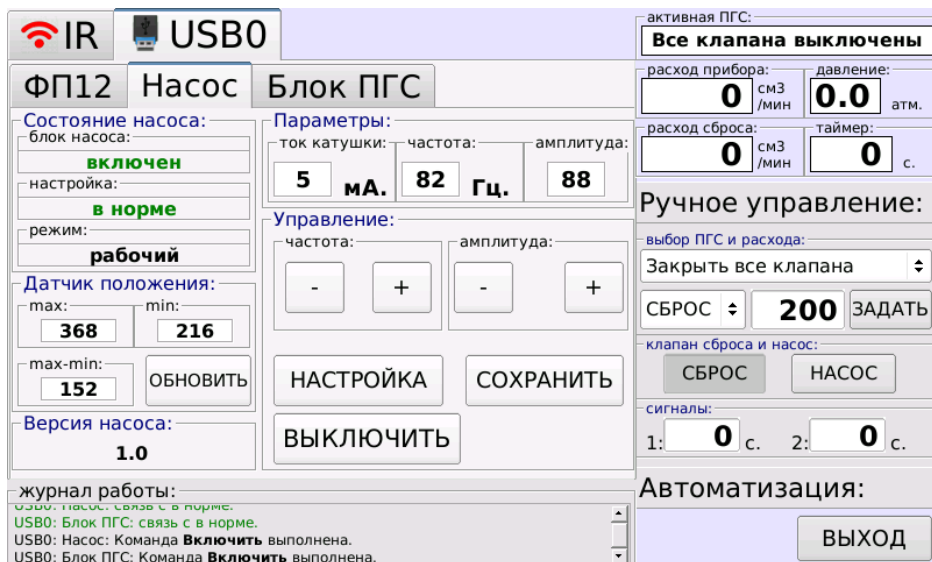

Рисунок 8.8. Элементы управления насосом прибора ФП12.
- Вкладка “Насос” присутствует только на приборах содержащих микронасос (Рисунок 8.8).